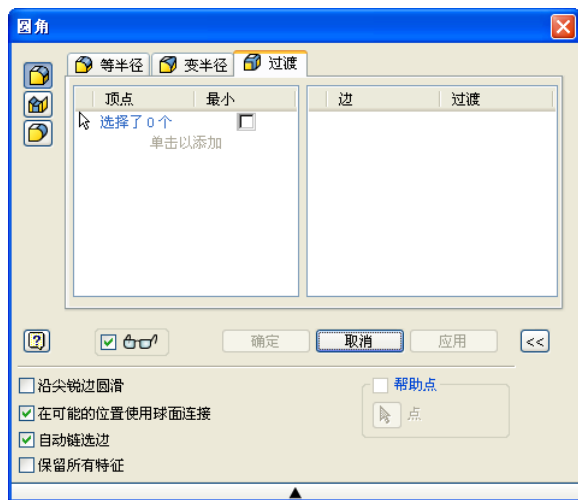

图 3-33 “过渡”对话框
③ 过渡圆角:指相交边上的圆角连续地相切过渡,要创建变半径的圆角,可选择【圆角】对话框上的【过渡】选项卡,此时【圆角】对话框如图 3-33 所示。首先选择一个两条或更多要创建过渡圆角边的顶点,然后在依次选择边即可,此时会出现圆角的预览,修改左侧窗口内的每一条边的过渡尺寸,最后单击确定即可完成过渡圆角的创建。